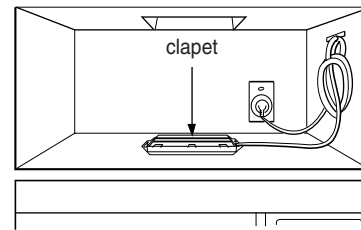

Figure 33
- Évacuation par le toit : Poser le conduit d'évacuation dans l'ouverture à cet effet dans l'armoire supérieure. Terminer la pose du système d'évacuation à travers le toit en suivant la méthode nécessaire. Voir la figure 33. Voir PRÉPARER L'ÉVACUATION, ÉTAPE 2, en utilisant un pistolet à calfeutrer pour étanchéifier l'ouverture du toit autour du capuchon d'évacuation. Voir la figure 6.